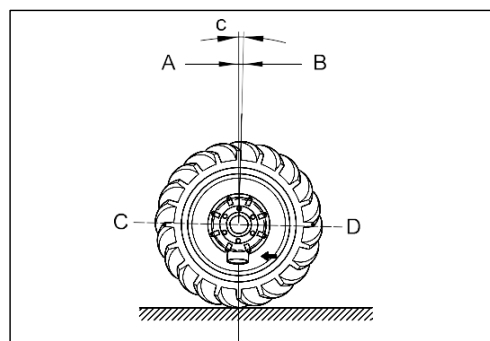

Fig. 194 - ANGLE DE CHASSE
2. La chasse contribue à assurer la stabilité directionnelle (fig. 194).